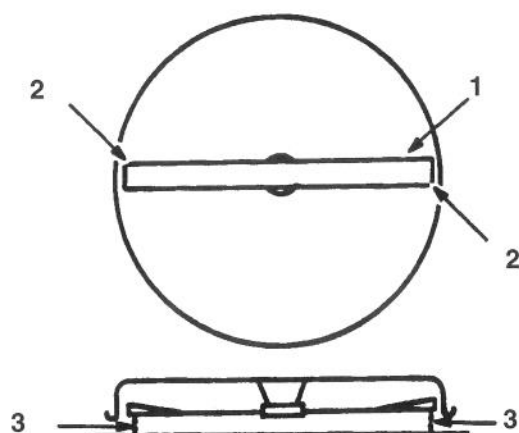

Bild 48
4. Das/die Messerbalken vorsichtig von Seite zu Seite drehen (Bild 48). Den Abstand zwischen den äußeren Schnittkanten und der flachen Standfläche messen (Bild 48). Wenn beide Meßwerte nicht innerhalb von 4,762 mm voneinander liegen, muß der Abgleich eingestellt werden; siehe Schritte 5 und 6.